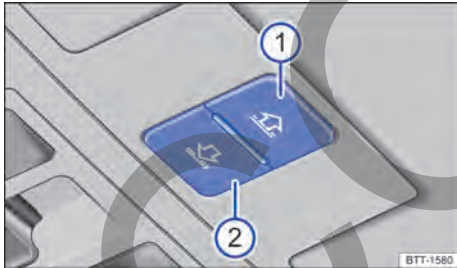

Fig. 121 En el revestimiento interior del techo: teclas para manejar la cortinilla parasol.
Las teclas → fig. 121 (1) y (2) tienen dos niveles. Pulsando las teclas hasta el primer nivel se puede abrir o cerrar la cortinilla parasol total o parcialmente.
- Antes de que transcurran aprox. 5 segundos desde la activación de la función antiaprisionamiento, pulse la tecla → fig. 121 (2) y manténgala presionada hasta que la cortinilla se haya cerrado completamente.